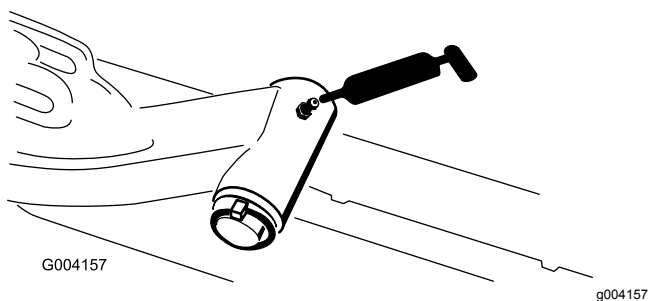

Figura 64
- Alberi di articolazione dei bracci di sollevamento (1 cad.) (Figura 64)